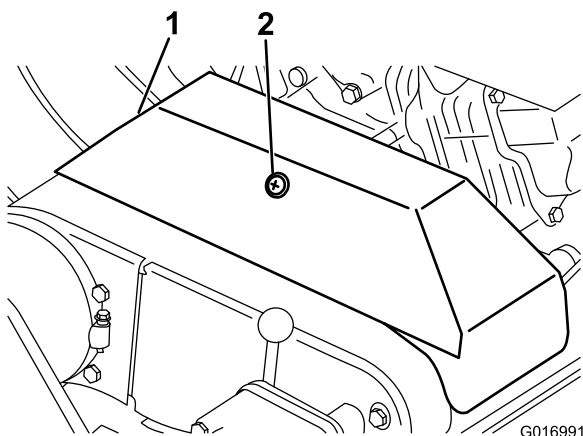

図 33
3. V ベルトカバーを固定しているリテーナをゆるめて、カバーを開ける 図 33。